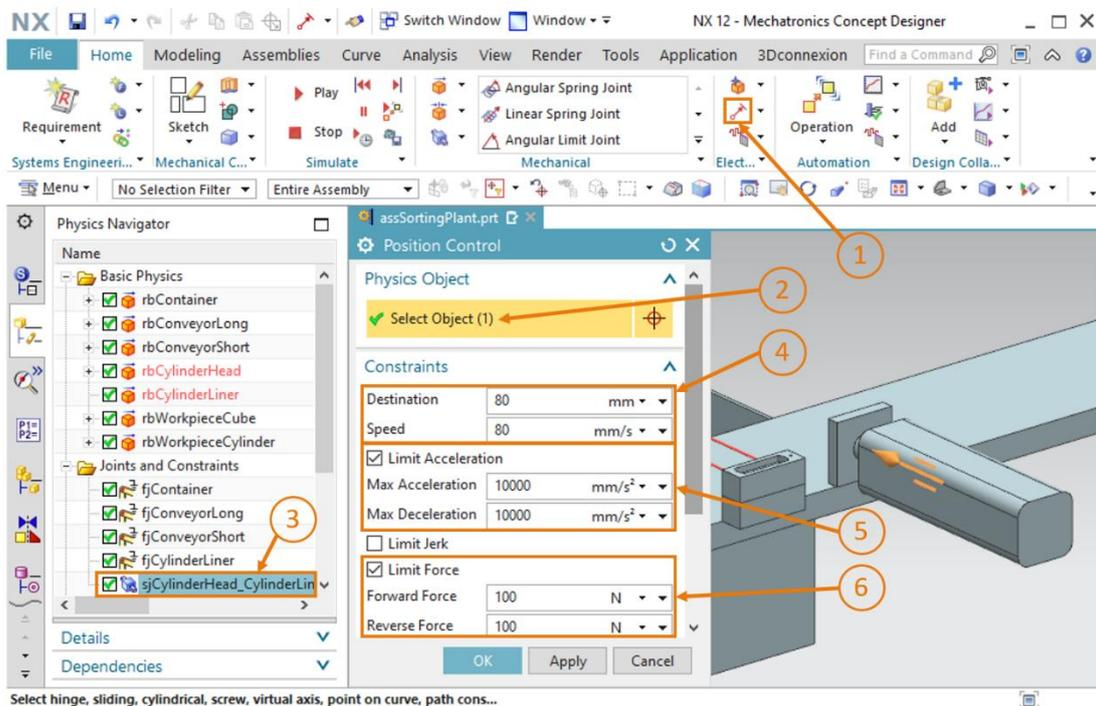

Figure 38 : Création d'un régulateur de position pour la sortie de l'éjecteur.
→ Naviguez dans la barre de menu jusqu'à "Electrical" (Électrique) et sélectionnez la commande "**Position Control**" (Régulateur de position) dans le menu déroulant pour les actionneurs (voir Figure 38, étape 1). La boîte de dialogue "Position Control" (Régulateur de position) s'ouvre. Dans la zone "**Physics Object**" (Objet physique), sélectionnez la **liaison coulissante** que vous avez créée au Chapitre 7.5 (voir Figure 38, étapes 2 + 3). Spécifiez les valeurs suivantes pour les paramètres dans la zone "Constraints" (Contraintes) :
- Une **Destination** (Position cible) de **80 mm** et une **Speed** (Vitesse) de **80 mm/s** (voir Figure 38, étape 4)
- Activez "**Limit Acceleration**" (Limiter l'accélération) à une valeur de **10000 mm/s²** pour l'accélération et la décélération maximales (voir Figure 38, étape 5)
- Activez "**Limit Force**" (Limiter la force) à une valeur de **100 N** pour la force vers l'avant et la force vers l'arrière (voir Figure 38, étape 6)